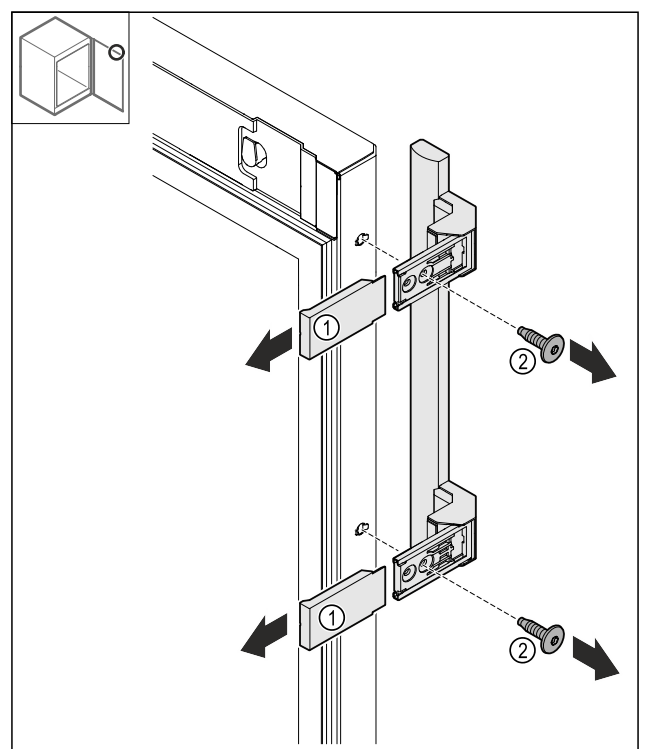

Fig. 24
- ▶ Nutraukite dengiamąsias plokšteles Fig. 24 (1).
- ▶ Atlaisvinkite varžtus Fig. 24 (2).